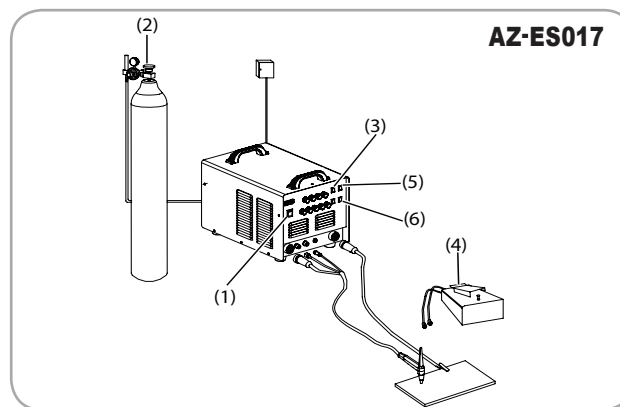

Fig.7
- Porniți comutatorul de alimentare de pe panoul frontal, contorul de curent se prezintă normal, iar ventilatorul începe să funcționeze. Fig 7 (1)
- Porniți supapa buteliei de argon, reglați contorul de curent în funcție de necesități. Fig 7 (2)
- Când comutatorul de AC/DC este în poziția DC, se amorsează arc de sudare AC și poate suda metale precum, oțel inoxidabil, fier și cupru. Fig 7 (3)
- Când comutatorul local/de la distanță este în poziția Oprit, curentul poate fi reglat cu ajutorul butonului de pe panou, în timp ce comutatorul este în poziția Pornit, curentul de sudare poate fi reglat prin apăsarea pedalei (pedal control). Fig 7 (4)
- Alegeți butonul de impuls în funcție de nevoi. Când butonul este în jos, nu există impuls, însă dacă este în sus, frecvența impulsului este scăzută. Reglați butonul pentru frecvență în funcție de nevoi. Fig 7 (5)
- În timpul sudării cu arc de argon, alegeți comutatorul 2T/4T pentru sudarea lungă sau sudarea în puncte. Când comutatorul este în poziția "2T", curentul de amorsare a arcului și curentul de stingere a arcului nu funcționează, ci doar curentul de sudare funcționează. Fig 7 (6)